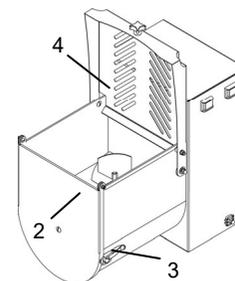

Рис.6.4.2
- После завершения этой операции опустите переднюю панель «2» Рис. 6.4.2 и заблокируйте ее, закрыв петли «3» Рис. 6.4.2.
- Опустите верхнюю решетку «4» Рис. 6.4.2.